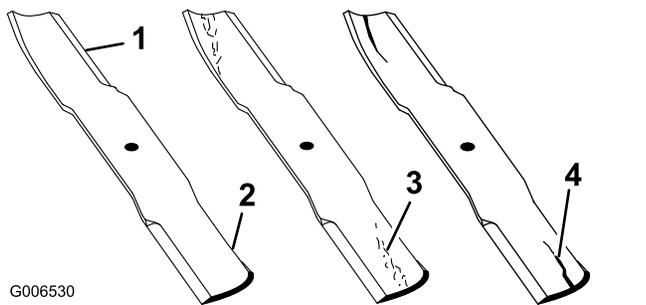

Рисунок 102
1. Осмотрите режущие кромки (Рисунок 102).
4. При обнаружении признаков повреждения, износа или образования зазора в этой области немедленно замените нож (Рисунок 102).